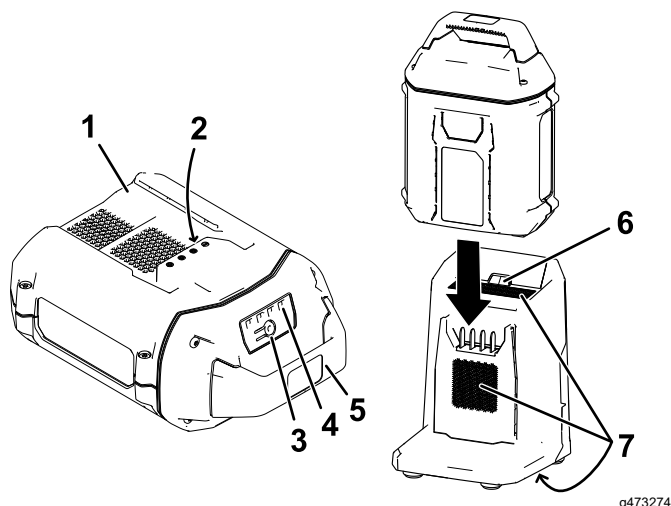

Figura 20
2. Alinai canalul acumulatorului (Figura 20) cu limba încărcătorului.
3. Glisai acumulatorul în încărcător până când este fixat corespunzător (Figura 20).